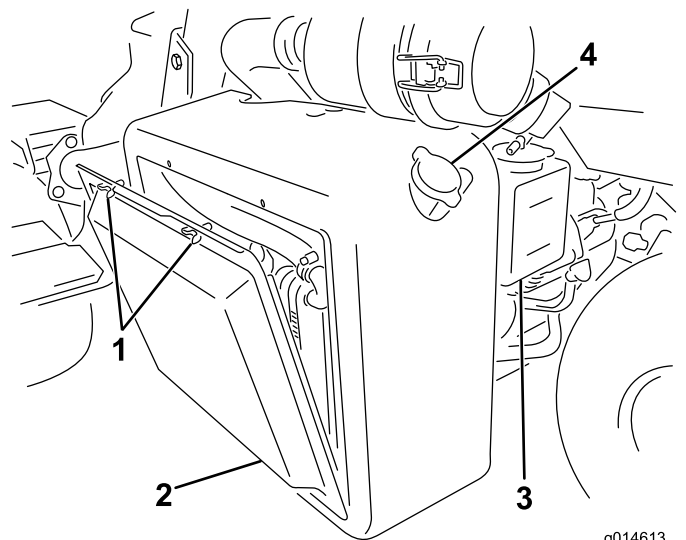
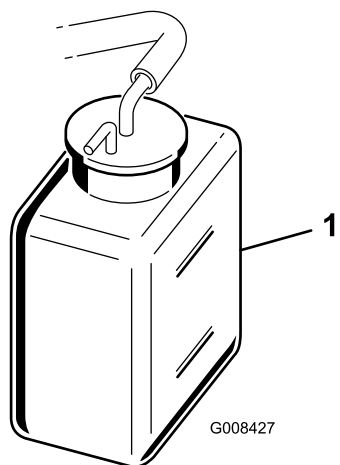

Figura 55
Figura 56
1. Retire la rejilla del radiador (Figura 55).
2. Compruebe el nivel de refrigerante (Figura 55 y Figura 56).